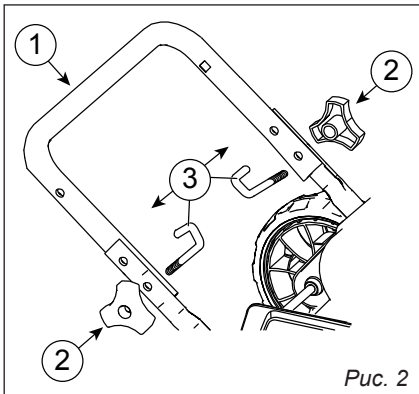

Рис. 2
6.1. Монтаж нижней части ручки (рис. 2)